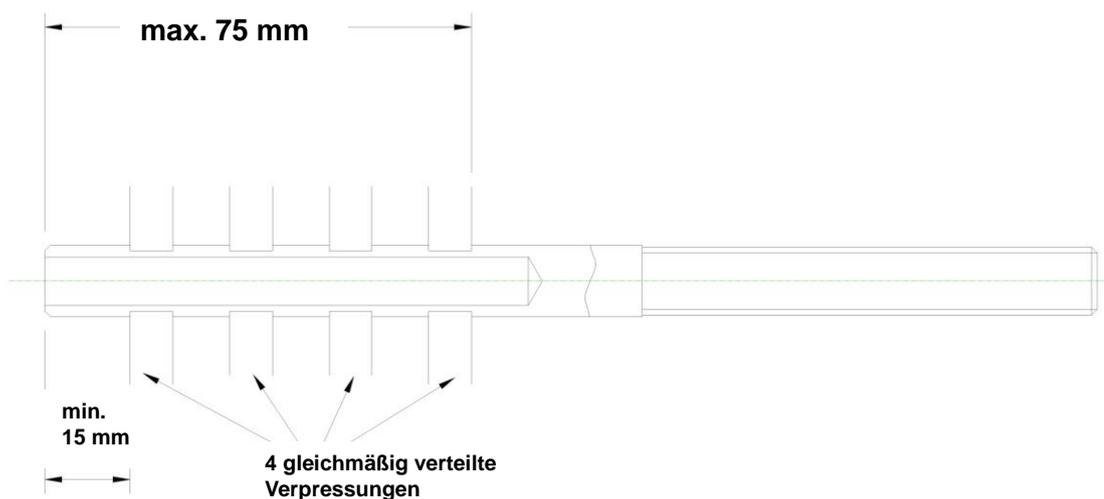

Abbildung 2 - Position der Verpressungen an Seilaufnahme zum Verpressen
- Das Seil wird durch 4 Verpressungen in der Seilaufnahme befestigt. Achten Sie mit Hilfe der Markierungsstreifen auf der Seilaufnahme auf die korrekten Abstände der Verpressungen (s. Abb. 2).
Die Minimal- und Maximalabmessungen aus Abb. 2 müssen zwingend eingehalten werden. Verpressungen außerhalb des gezeigten Bereiches könnten die Systemsicherheit gefährden.